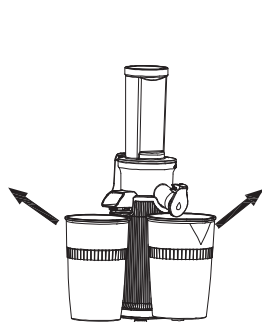

Fig 6
- Poi, ti preghiamo di seguire questi passi: 1. Rimuovi il contenitore del Succo e della Polpa. (Fig 6)